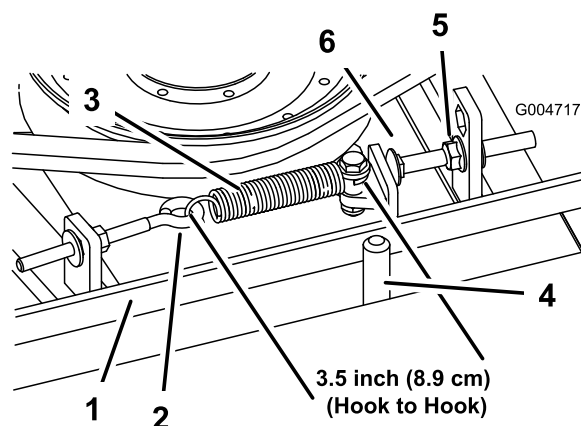

Figura 93
Quando a tensão estiver correta, a medida interior da mola de extensão (gancho a gancho) deverá ser de cerca de 8,3 cm a 9,5 cm. Logo que se obtenha a tensão correta da mola, ajuste o pino de fecho (parafuso da carroçaria) até haver uma folga aproximada de 2 a 5 mm entre a cabeça do parafuso e o braço intermédio (Figura 93).
Nota: Certifique-se de que correia está colocada no lado da mola do guia da correia (Figura 93).
2. Desaperte o parafuso com olhal permitindo a remoção da mola de extensão (Figura 93).
3. Desaperte a porca flangeada que prende o pino de fecho à patilha de montagem e afaste a polia intermédia da correia para libertar a tensão da correia (Figura 93).
- Ligue a mola de extensão (Figura 93) ao parafuso de olhal e aplique a tensão na correia como se segue: